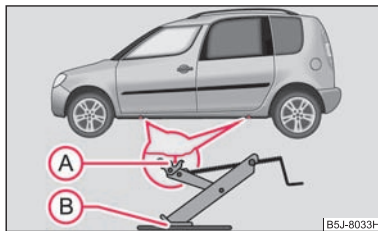

Abb. 151 : Aufnahmepunkte für den Wagenheber
- Wählen Sie zum Ansetzen des Wagenhebers den Aufnahmepunkt - Einprägung im Unterholm, der dem defekten Rad am nächsten liegt ⇒ **Abb. 151**.